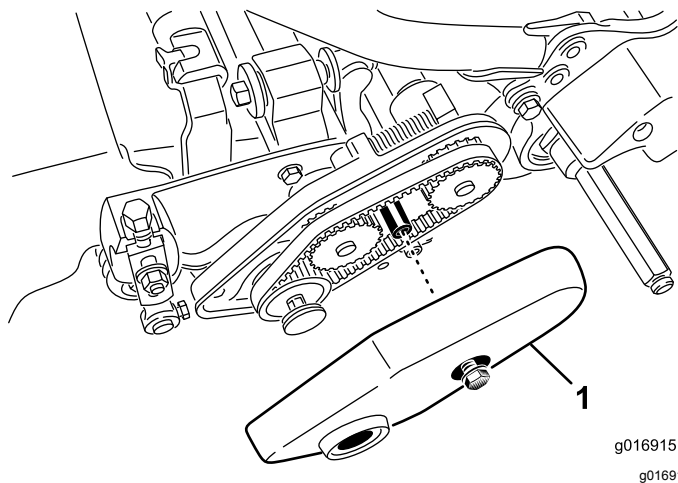

Figura 15
2. Afloje el perno que sujeta la cubierta de la correa y retire la cubierta de la correa para tener acceso a la correa (Figura 15).